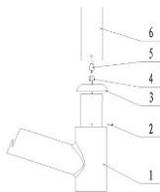

Рисунок 1
- а) Соберите стойку светильника (рисунок 1): выкрутите болт M4 (2), протяните электрический провод из рычага светильника к стойке (5), соедините контакты 5 и 4. Вставьте стойку. Закрутите винт M4 (2).